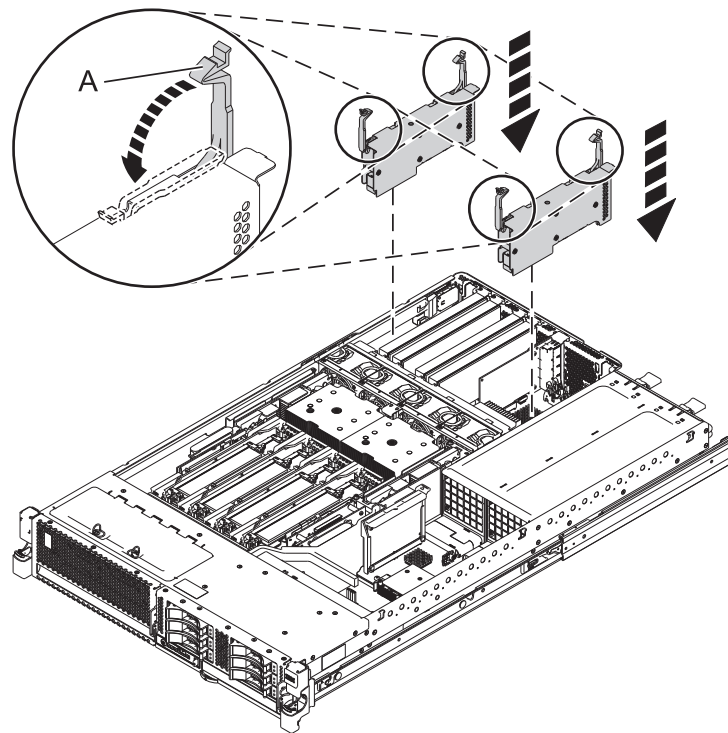

図7. ラック・マウント型システムへのアダプターの取り付け
4. 図7 に示すように、タブを均等に回転させてロック位置にします。